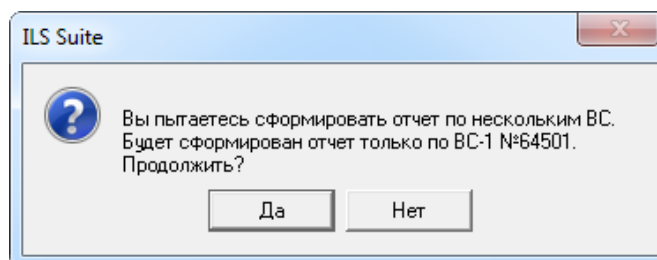

Рис. 13-50 – Диалоговое окно
5) В случае если было выбрано несколько экземпляров ВС, отображается диалоговое окно с информацией, что отчет будет сформирован по последнему выбранному экземпляру ВС (рис. 13-50). Нажать кнопку «Да» для формирования отчета по указанному экземпляру ВС, «Нет» – для отмены всех действий.